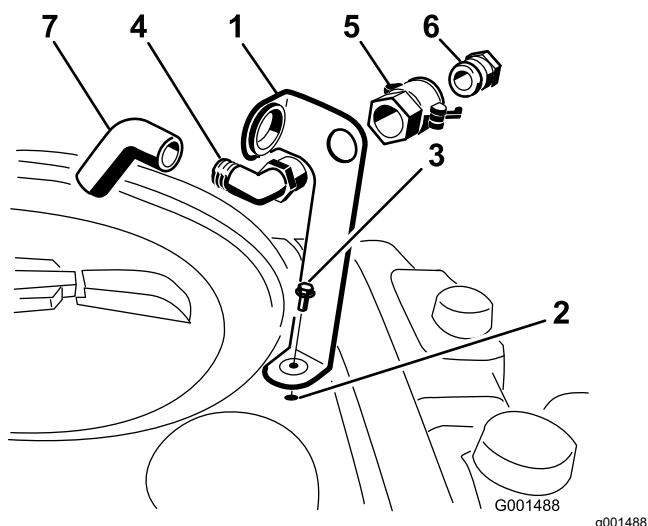

图 3
1. 如图 3所示将加水口插口支架放在药缸的螺纹孔上方用凸缘螺栓5/16 x ¾ 英寸固定。
2. 将 90° 弯头的螺纹端穿过支架拧上快速接头固定至支架上 图 3。
3. 将软管适配器装入快速接头 图 3。
4. 将适配器锁定到位将手柄旋向适配器然后用发卡销固定 图 3。
5. 将防虹吸软管穿过支架上的大开口然后插入到 90°弯头的宝塔接头上 图 3。